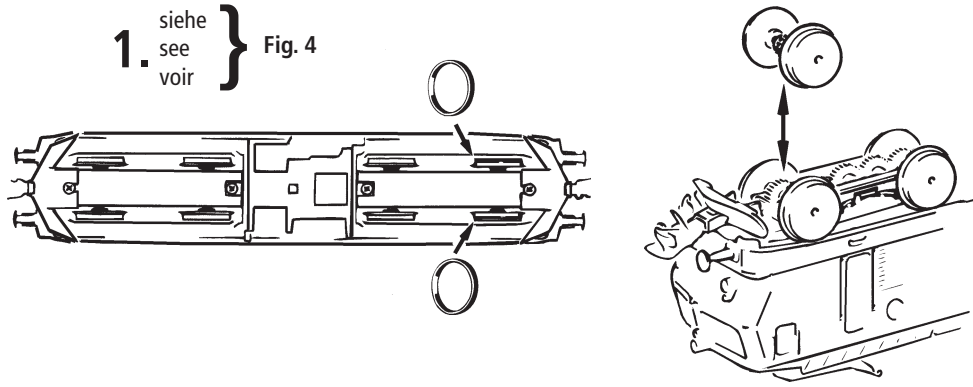

Fig. 8
2. Schmierung: Versehen Sie die im Schmierplan in Fig. 8 gekennzeichneten Stellen mit nur **kleinen Öltropfen**. Dazu zuerst das Lokgehäuse abnehmen (Fig. 3). Wir empfehlen den ROCO **Öler Art.-Nr. 10906**. Fürs Schmieren der Getriebeteile (Zahnräder, Schnecke) empfehlen wir das **ROCO-Spezialfett Art.-Nr. 10905**. Im Falle der Schmierung diese Teile **nicht ölen**.
2. Lubrication: Apply **tiny oil drops** to spots marked in fig. 8. Prior to lubrication dismantle locomotive (fig. 3). We recommend using item no. **10906, Roco oiler**. For lubrication the gearparts (e.g. cogwheels, worm) we would recommend our Roco **special grease** (item no. **10905**).
2. Graissage: N'appliquez **qu'une toute petite goutte** aux endroits indiqués par le plan de graissage (fig. 8) après avoir démonté la caisse de la locomotive (fig. 3). Nous vous recommandons **le graisseur à huile Roco réf. 10906**. Pour graisser les engrenages (roues dentées, vis sans fin) nous vous conseillons la **graisse spéciale Roco réf. 10905** pour engrenages en matières synthétiques. Lorsque vous utilisez cette graisse il faut éviter d'huiler ces composants.